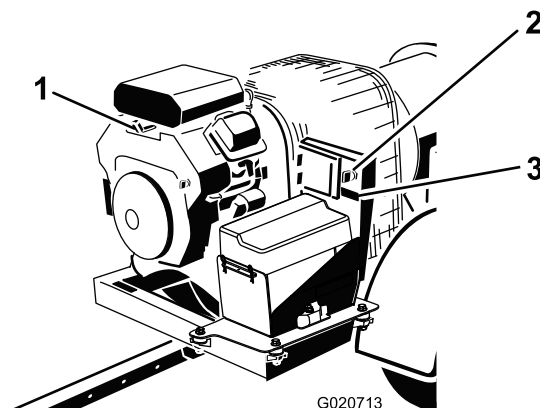

Figura 8
L'interruttore di accensione (Figura 8), utilizzato per avviare e arrestare il motore, presenta tre posizioni: OFF, RUN e START (spento, marcia e avvio). Girare la chiave in senso orario, in posizione di avvio (START), per azionare il motorino di avviamento. Rilasciate la chiave una volta avviato il motore. La chiave ritorna automaticamente in posizione di marcia (ON). Per spegnere il motore, girare la chiave in senso antiorario in posizione di spegnimento (OFF).
Per avviare un motore a freddo, spostare la leva di comando dello starter (Figura 8) in posizione ON.
Il contaore (Figura 8) indica le ore totali di funzionamento della macchina.